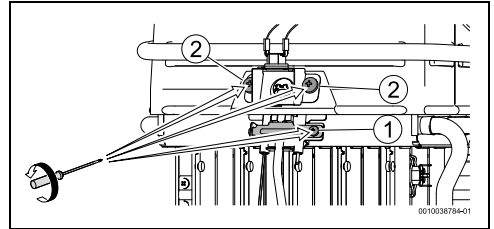

Fig. 18
- Retirar lo tornillo que fija el soporte del quemador piloto, Fig. 18, [1].
- Retirar los tornillos que fijan el soporte del dispositivo para el control de estado de la cámara de combustión, Fig. 18, [2].